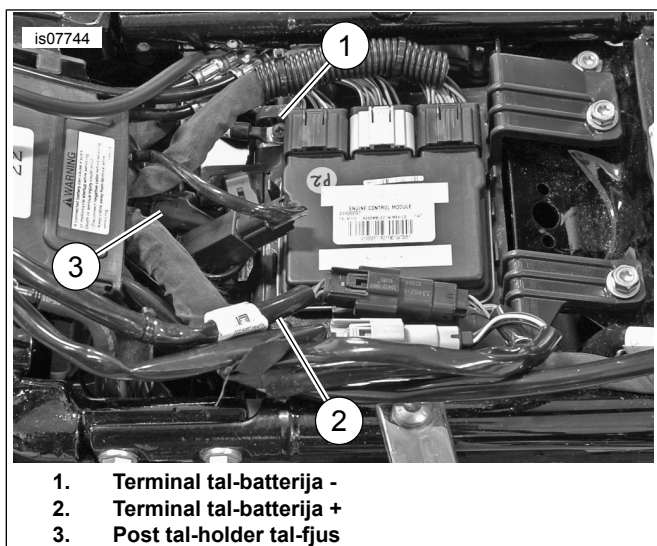

Figura 9. Konnessjoni tal-Batterija
8. Ara Figura 9 . Installa l-cover mnejn jgħaddi l-wajer. Poggi kapp fuq kwalunkwe konnettur tal-ġenb mhux użat bi 72632-10, ipprovdut b'692000478 [313] jew b'konnettur tal-harness tal-fairing tal-istokk [162] fuq mudelli FLHX.